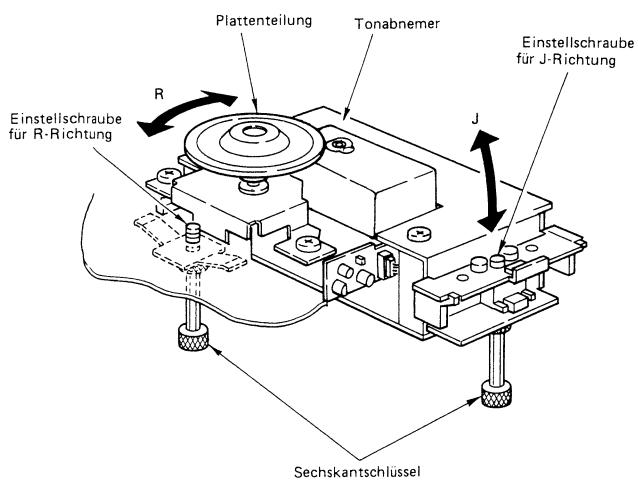
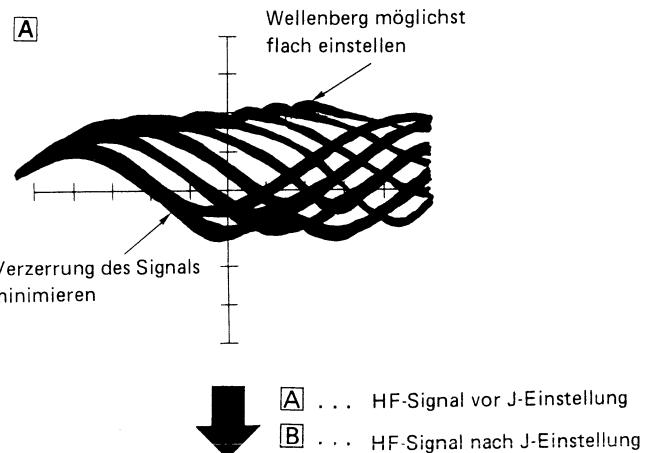

Abb. 11
Abb. 13
7) Die R-Richtung des Tonabnehmers einstellen (Abb. 11).
8) Die J-Richtung des Tonabnehmers einstellen (Abb. 11). Hierzu die Einstellschraube für J-Richtung so drehen, daß das HF-Signal gemäß Abb. 13 von Zustand A in Zustand B übergeht.
10) Die Taste **STOP** an der Steuereinheit drücken und dann noch einmal Taste **CD** drücken, um Spur 1 abspielen. Der HF-Signalpegel von Spur 1 (innerste Spur der CD-Platte) muß $1,5 \pm 0,8 \text{ V}$ betragen und das HF-Signal muß die in Abb. 13-B dargestellte Form haben.